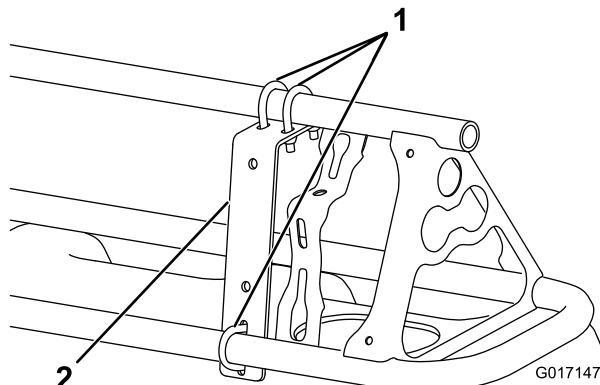
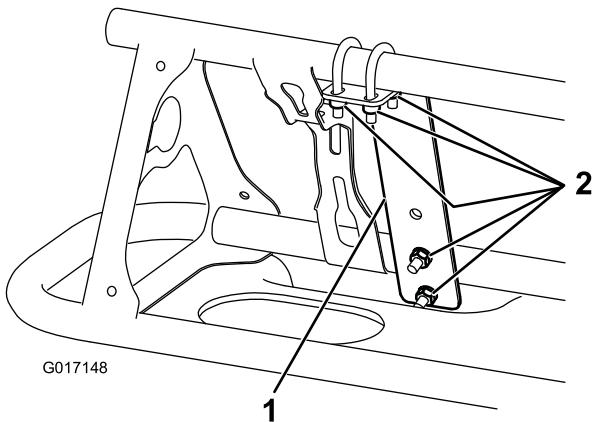

Figura 8
Figura 9
- 1. Installate una staffa di montaggio sul lato anteriore di ogni barra vicino all'ugello più esterno con 3 cavallotti e 6 dadi flangiati (1/4 pol.) (Figura 8 e Figura 9).